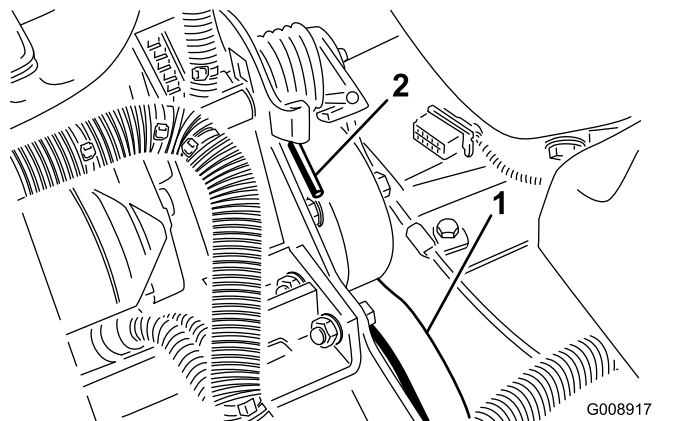

Figura 76
2. Empurre a mola para a frente e para trás (Figura 76) para a desprender do apoio e libertar a tensão da mola.